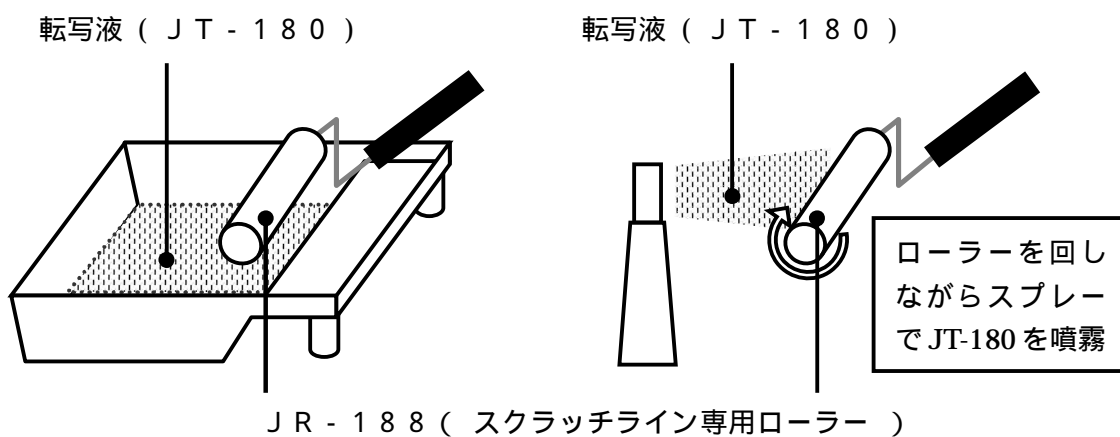

図2
- ・専用ローラーJR-188に転写液JT-180を塗布してください(図2)。